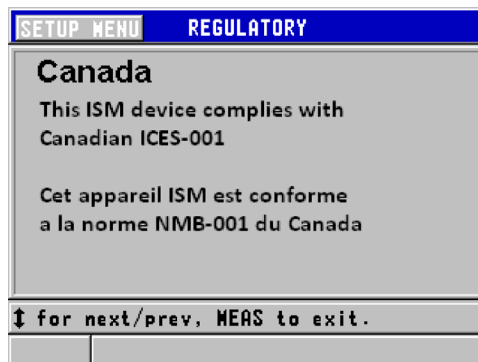

Figure i-1 Écran REGULATORY (réglementation)
2. Dans le menu **SP MENU** (menu de configuration), sélectionnez **REGULATORY** (réglementation) pour afficher l'écran **REGULATORY** (réglementation) (Figure i-1 sur page 14).